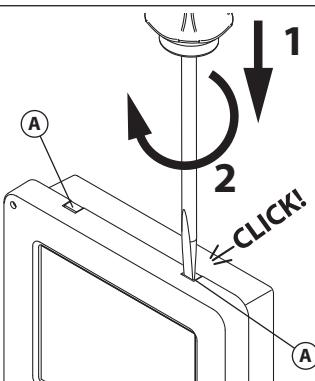

Fig. 3
- Pour installer l'interphone vidéo il faut l'ouvrir en séparant la base du couvercle qui contient toute son électronique : introduisez la pointe d'un tournevis plat de 5,5 mm dans la clip **A**, après tournez-le dans le sens inverse des aiguilles d'une montre jusqu'à que vous écoutez un « **CLIC!** ». Répétez la même opération avec l'autre clip comme indiqué sur la **Fig. 3**.